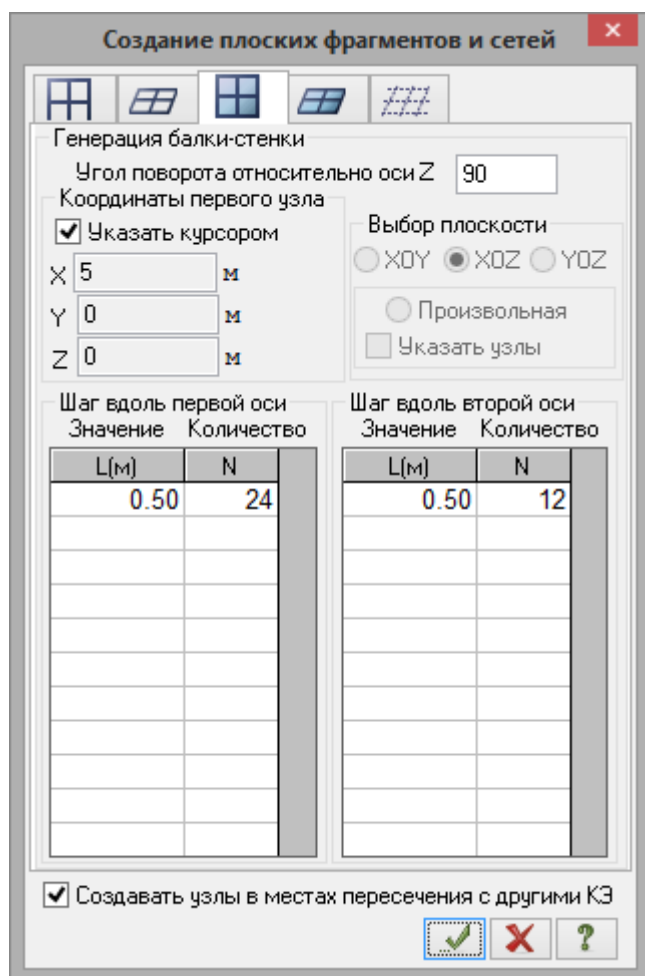

Рис.4.5. Диалоговое окно **Создание плоских фрагментов и сетей**
- В таблице диалогового окна (рис.4.5) задайте параметры диафрагмы: